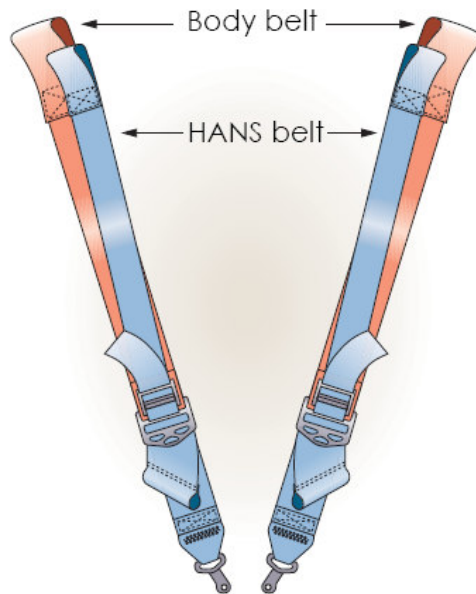

Figura 5. Sistema a doppia bretella
2.5 Il sistema a doppia bretella: è un sistema di cinture di sicurezza con due bretelle su ogni spalla, possono essere utilizzati se omologate dalla FIA. Consiste in una bretella che viene posizionato sulle spalle del conducente (sotto l'HANS®) e una seconda bretella HANS® che viene posizionata sul giogo dell'HANS® (come per l'uso dell'HANS® standard). È importante che la bretella HANS® sia almeno tesa come la bretella sul corpo. Un disegno del sistema a doppia bretella è illustrato nella figura 5.